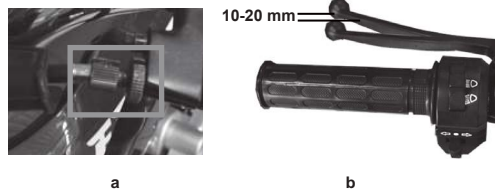

Imagen 30. Ajuste de la palanca del embrague
1. Ubicar la tuerca y el tornillo templador de ajuste de la palanca del embrague. Ver imagen 30-A.
3. Girar la tuerca a la izquierda para reducir la carrera libre y a la derecha para aumentarla. La carrera libre del extremo de la palanca del embrague debe estar entre los 10-20 mm. Ver imagen 30-B.